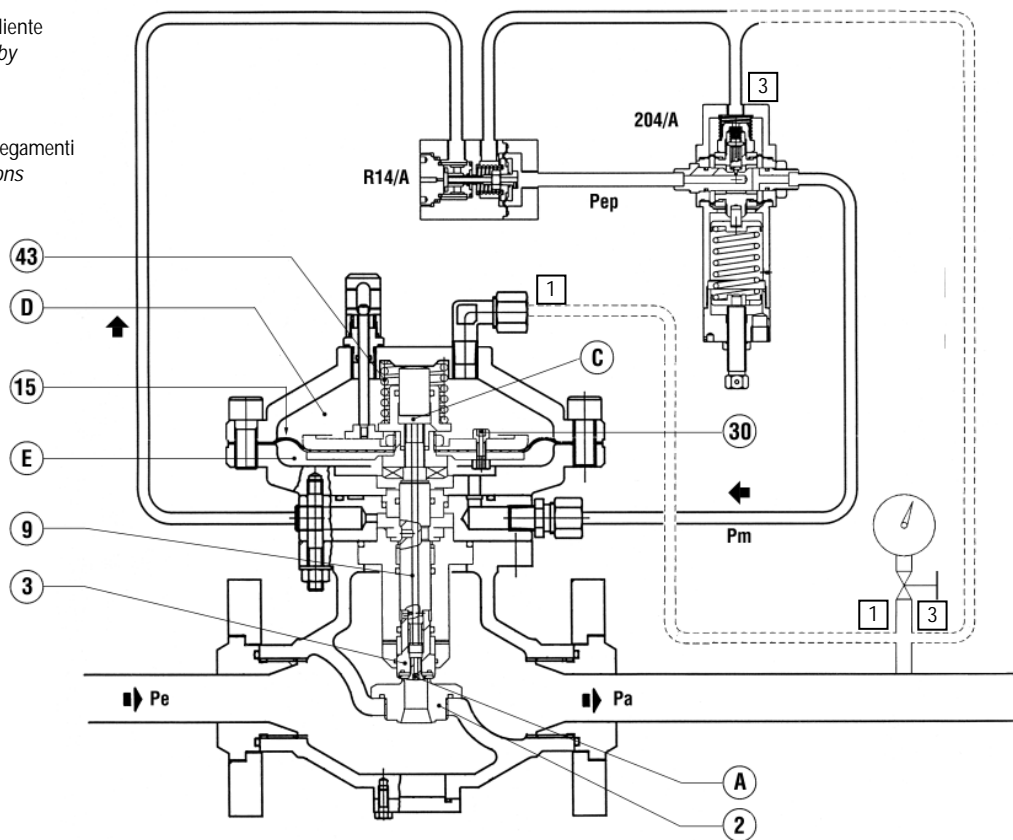
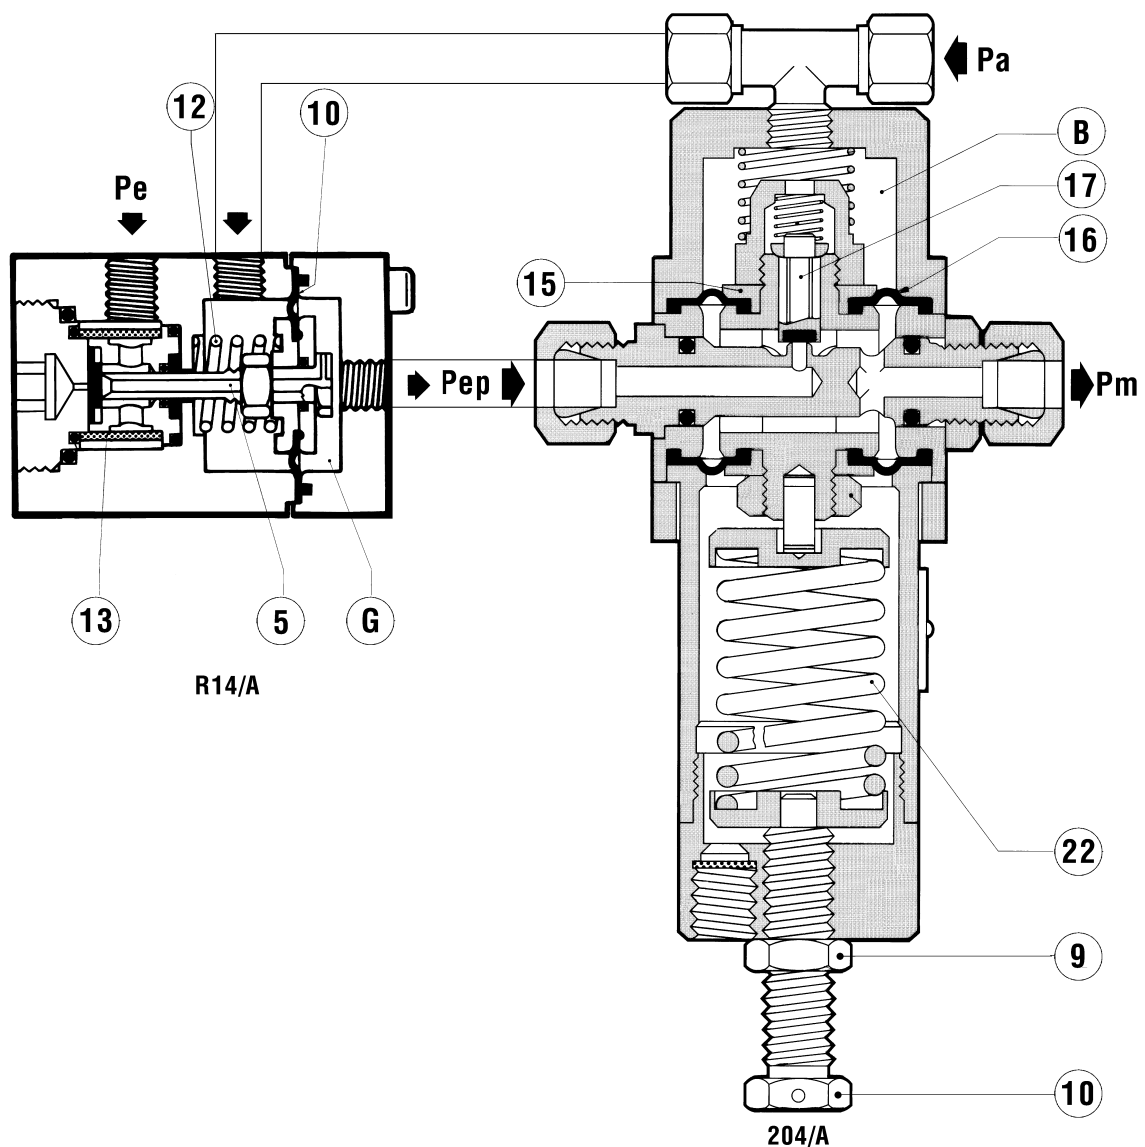

Fig. 1
Fig. 2
1.2 FUNZIONAMENTO (FIG. 1)
1.2 OPERATION (FIG. 1)
La pressione di motorizzazione è ottenuta prelevando gas dal regolatore alla pressione di monte. Il gas viene filtrato attraverso il filtro 13 e subisce una prima decompressione nel preriduttore R14/A (fig. 2) composto essenzialmente da un otturatore 5, da una molla 12 e da una membrana 10 fino ad un valore P_{ep} che dipende dalla pressione di taratura del regolatore. Dalla camera G la pressione P_{ep} passa quindi nel pilota 204/A che regola tramite l'otturatore 17 fino al valore P_m di immissione nella testata del regolatore. La regolazione di P_m si ottiene dal confronto tra la forza esercitata dalla molla di taratura 22 del pilota e l'azione della pressione regolata P_a agente nella camera B sulla membrana 16. La modifica della taratura viene effettuata ruotando la vite di regolazione 10; una rotazione in senso orario provoca un aumento della P_m e quindi della pressione regolata P_a ; viceversa per una rotazione in senso antiorario. Se per esempio, durante il funzionamento c'è una diminuzione di pressione di valle P_a (a causa dell'aumento della portata richiesta o della diminuzione della pressione di monte) si ha uno squilibrio nell'equipaggio mobile 15 del pilota, che si sposta provocando un aumento dell'apertura dell'otturatore 17. Aumenta di conseguenza anche il valore della pressione di motorizzazione P_m , che agendo nella camera E al di sotto della membrana 15 (fig. 1) determina uno spostamento verso l'alto dell'otturatore 3 e quindi l'aumento dell'apertura del regolatore fino a ripristinare il valore prestabilito della pressione regolata.
The motorisation pressure is obtained by drawing gas from gas the regulator at the upstream pressure. The gas is filtered through the filter 13 and is subjected to initial decompression in the preregulator R14/A (fig. 2) composed essentially of an obturator 5, a spring 12 and a diaphragm 10 to a value P_{ep} which depends on the pressure set-point of the regulator. The pressure, P_{ep} , then passes from the chamber G through the hole F in the 204/A pilot which adjusts it by means of the obturator 17 until the inlet value, P_m , in the head of the regulator. The regulation of P_m is obtained by the comparison of the force exerted by the setting spring 22 of the pilot and the action of the regulated pressure, P_a , acting in the chamber B on the diaphragm 16. The set-point can be changed by turning the adjustment screw 10; clockwise rotation increases P_m and therefore the regulated pressure, P_a ; the opposite occurs when the ring is turned anticlockwise. If, for example, the downstream pressure, P_a , drops during operation (because of an increase in the requested flow rate or a drop in the upstream pressure) an imbalance occurs in the mobile assembly 15 of the pilot, which is displaced to increase the opening of the obturator 17. As a result, the motorisation pressure value, P_m , increases and, by acting in the chamber E under the diaphragm 15 (fig. 1), causes the obturator 3 to move upwards and therefore an increase in the opening of the regulator until the set-point of the regulated pressure is restored.